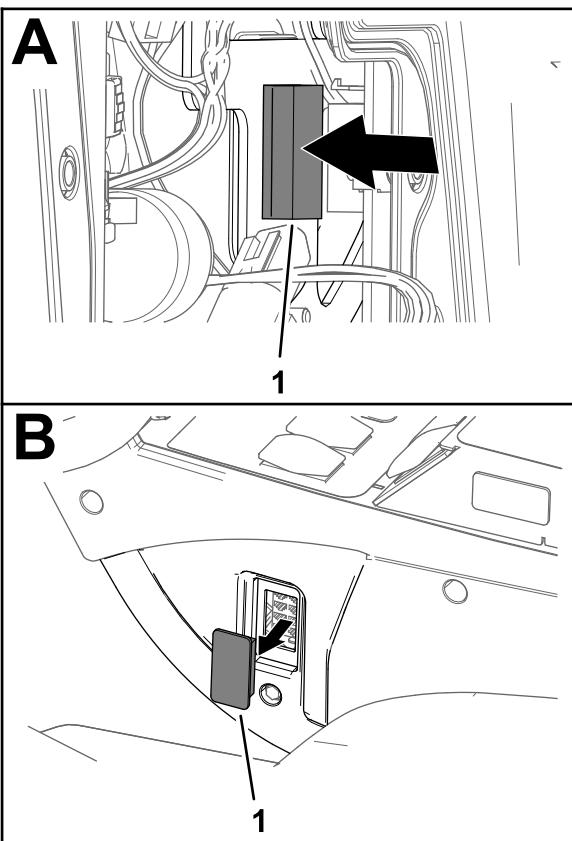

Figure 14
2. Depuis l'intérieur du bras de commande, poussez le cache de tableau de bord hors du trou sur le côté du panneau de commande (Figure 14).